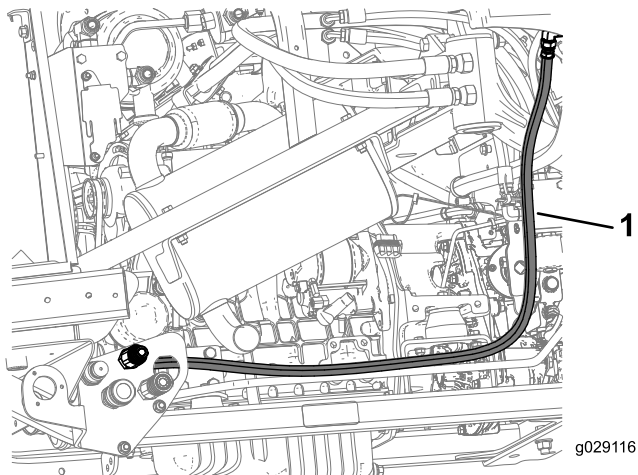

Figura 25
5. Instale la manguera hidráulica A desde el acoplamiento de 90° (3/8" x 3/8" macho) hasta la unión del tabique (2,57") del acoplamiento rápido (1/2" hembra x 1/2" macho) en el conjunto del tabique, como se muestra en Figura 25.